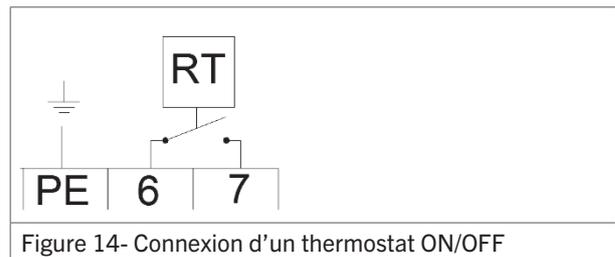

Figure 14- Connexion d'un thermostat ON/OFF
- Connecter les deux conducteurs du thermostat aux bornes 6 et 7 (voir figure 14 ou schéma de câblage en §11). Cette connexion du signal de thermostat est sous 24 V.